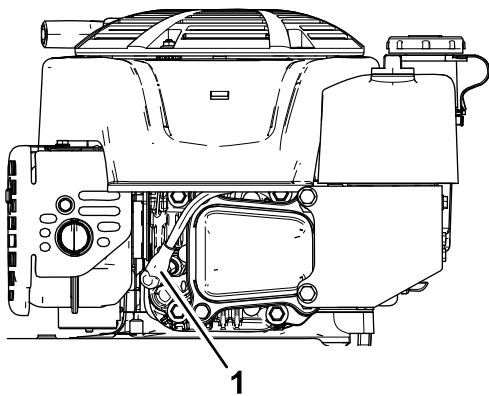

Figura 30
2. Desligue o fio da vela da ignição da vela da ignição (Figura 30).